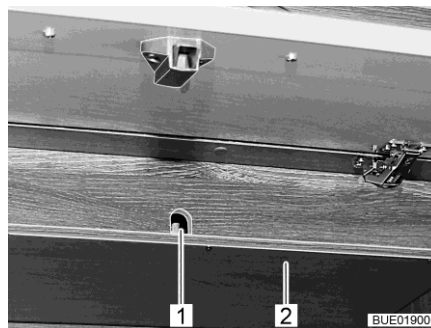

Fig. 195 Portillon sur le meuble haut
- Retirer le cache (Fig. 195,2) sous l'ouverture d'accès (Fig. 195,1) à la manivelle.